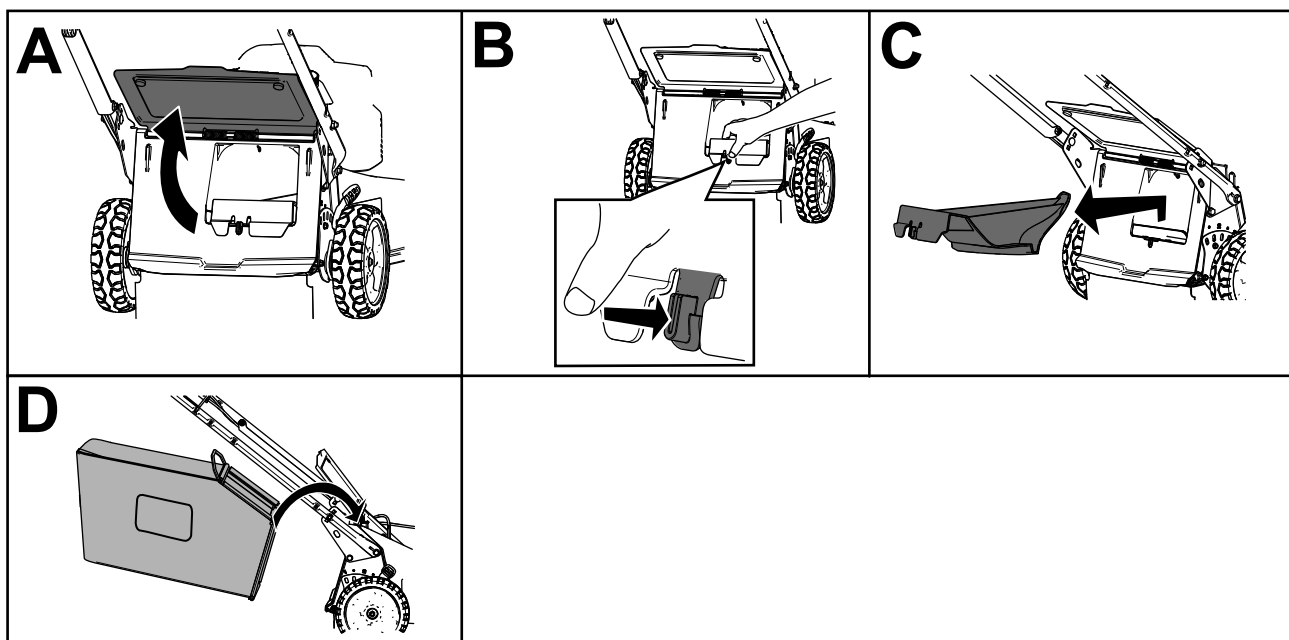

Figura 15
2. Ridicai și menineți ridicat deflectorul spate (A din Figura 15).
3. Îndepărtați capacul evacuării posterioare prin împingerea înăuntru cu degetul a clichetului și îndepărtarea capacului de pe mână (B și C din Figura 15).
4. Instalezi capetele tijei sacului în canelurile de la baza mânerului și deplasezi sacul înainte și înapoi, pentru a vă asigura că ai fixat capetele tijei sacului pe părțile inferioare ale celor două caneluri (D din Figura 15).
3. Scoateți tija sacului pentru iarbă din canelurile de la baza mânerului (A din Figura 15).
4. Montați capacul evacuării (B din Figura 15).
5. Coborâți deflectorul spate (C din Figura 15).